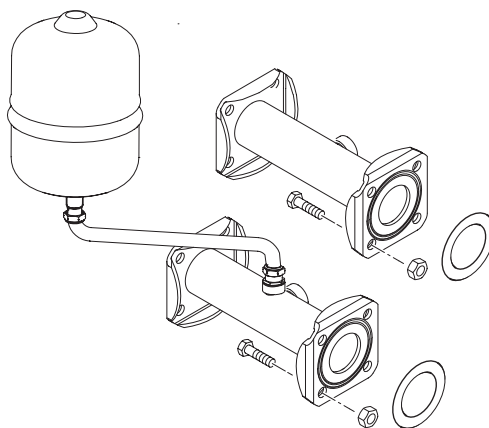

Fig. 6
1.10 KIT DE CONEXIÓN DEL COMPENSADOR HIDRÁULICO CÓD. 8101535 (debe solicitarse por separado) (fig. 6)